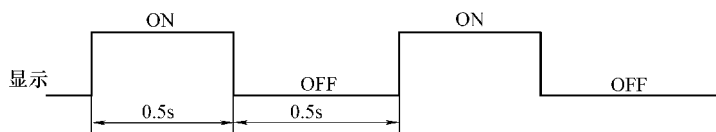

图 7-44 故障码输出
1) 打开点火开关 (ON)。
3) 当 LCD 显示屏上图形以 0.5s 周期闪烁 3 次, 如图 7-44 所示。此时开始自诊断, 输出故障码。